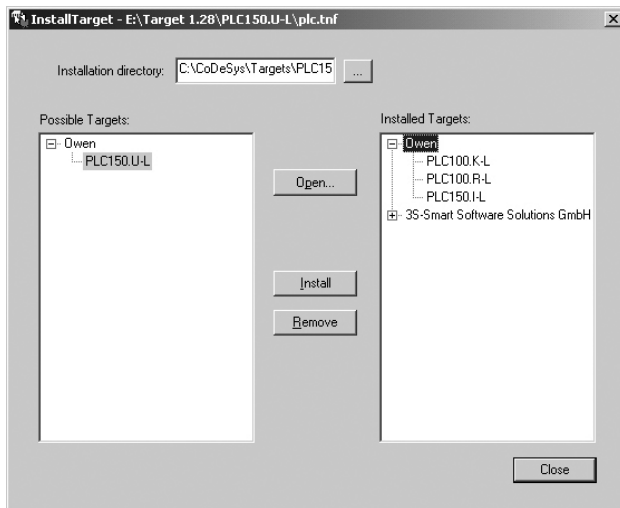

Рисунок 6.1 - Окно «InstallTarget» утилиты InstallTarge
1) В открывшемся при запуске утилиты **InstallTarget** окне (рисунок 6.1) – нажать кнопку Open и указать путь доступа к инсталлируемому Target-файлу (имеющему расширение ***.tnf**, Target Information File). Target-файлы контроллеров ОВЕН ПЛК150 находятся на компакт-диске, поставляемом с контроллером. При скачивании с сайта папку с Target-файлами надо разархивировать и сохранить на жестком диске ПК.